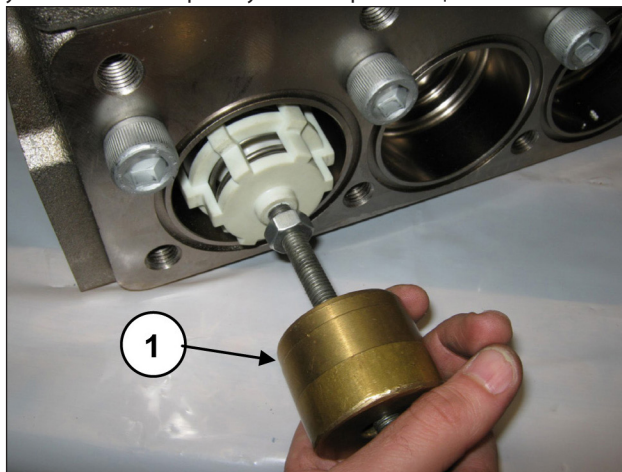

Рис. 144
Извлеките блок всасывающего клапана с помощью съемника с ударной массой (арт. 27516400), вставив его в отверстие M10 направляющей клапана (поз. ①, Рис. 144), или, в дополнение, переходника M10-M16 (арт. 25089700), установив его на резьбу M16 направляющей клапана.